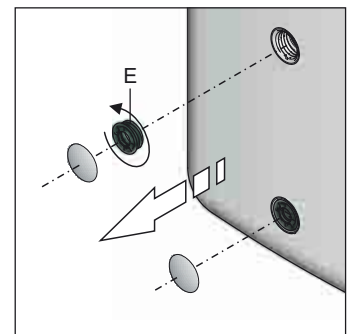

Bild 6-2 Gewindestück heraus-schrauben
- **Bei Verwendung von KFE-Befüllanschluss (Zubehör KFE BA, 16 52 15):** Abdeckblende am Handgriff abbauen und Gewindestück (Bild 6-2, Pos.E) aus Speicherbehälter heraus-schrauben.